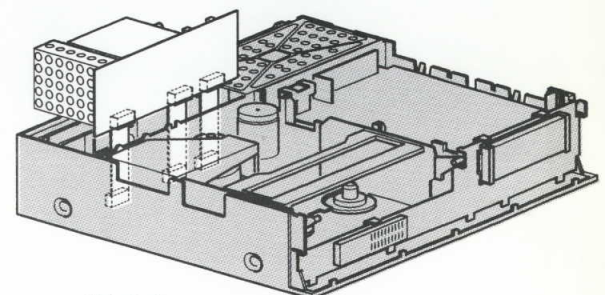

FIG. 2-4
- P112 is met behulp van drie 8-voudige verlengprinten (zie bladzijde 3-6) verhoogd te monteren (zie fig. 2-4).